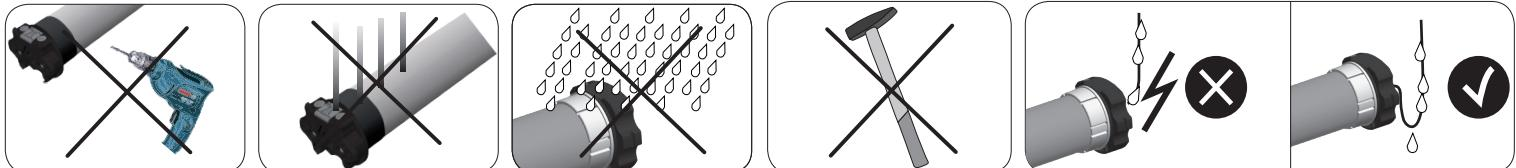

Fig. 1
► INSTALLAZIONE (Fig. 1)
- Applicare gli adattatori sul motoriduttore distinguendo la corona finecorsa (Fig.1.A) dalla puleggia motrice (Fig. 1.2 B).
- La piastra di sostegno del motoriduttore (C) va fissata all'interno del cassetto o sull'armatura della tenda in modo che il rullo avvolgitore (F) sia perfettamente in orizzontale ed ad un'altezza non inferiore a 1,8m.